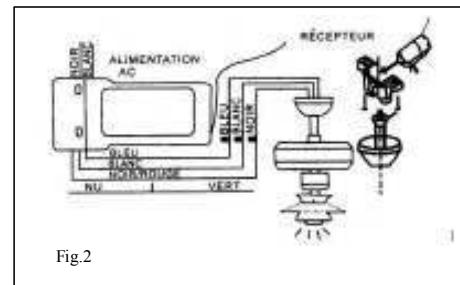

Fig.2
Step 2. Motor to Receiver Electrical Connections: Connect the WHITE wire from the fan to the WHITE wire marked "TO MOTOR N" from the Receiver. Connect the BLACK wire from the fan to the BLACK wire marked "TO MOTOR L" from the Receiver. Connect the BLUE wire from the fan to the BLUE wire marked "For Light" from the Receiver. (Fig. 2)
Step 3. Receiver to House Supply Wires Electrical Connections: Connect the WHITE wire (Neutral) from the outlet box to the WHITE wire marked "AC in N" from the receiver. Connect the BLACK wire (Hot) from the outlet box to the BLACK wire marked "AC in L" from the receiver. Secure all wire connections with the plastic wire nuts provided. (Fig. 2)
Étape 2. Connexions électriques du moteur au récepteur: Connectez le fil BLANC du ventilateur au fil BLANC marqué «TO MOTOR N» du récepteur. Connectez le fil NOIR du ventilateur au fil NOIR portant la mention «TO MOTOR L» du récepteur. Connectez le fil bleu du ventilateur au fil bleu marqué «For Light» du récepteur. (Fig. 2)
Étape 3. Câbles d'alimentation du récepteur à la maison Connexions électriques: Connectez le fil BLANC (neutre) du boîtier de la prise de courant au fil BLANC marqué «AC in N» du récepteur. Connectez le fil NOIR (chaud) de la prise de courant au fil NOIR portant la mention «AC in L» du récepteur. Fixez toutes les connexions avec les écrous en plastique fournis. (Fig. 2)